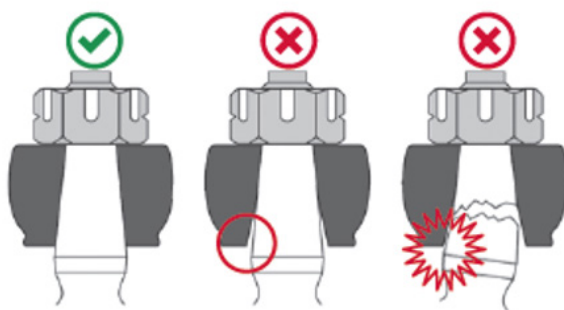

Figure 1
- En présence d'un pivot de joint à rotule cassé, plié ou desserré, remplacer la fusée. En cas de déformation, de faux rond ou d'endommagement des surfaces de contact coniques du porte-fusée de direction, celui-ci doit être remplacé. **Voir la figure 1.**